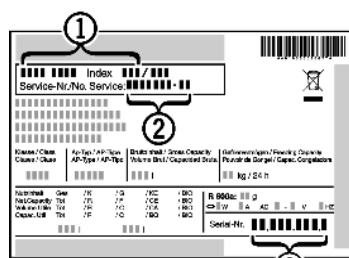

Fig. 14
- ▶ Наименование устройства Fig. 14 (1), сервисный № Fig. 14 (2) и серийный № Fig. 14 (3) считайте с заводской таблички. Заводская табличка находится внутри устройства слева.
- ▶ Обратитесь в сервисную службу и сообщите вид неисправности, наименование устройства Fig. 14 (1), сервисный № Fig. 14 (2) и серийный № Fig. 14 (3). Это позволит выполнить быстрое и целенаправленное обслуживание.